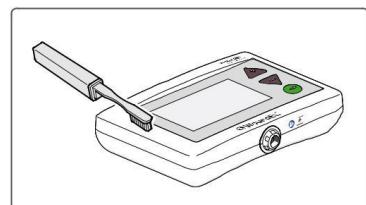

Figura 34. Rimuovete la sporcizia visibile con uno strumento appropriato
2. Rimuovete cautamente la sporcizia visibile sul dispositivo WoundEL® e/o sulle porte di connessione mediante uno strumento appropriato, per esempio una spazzola soffice (v. Figura 34).